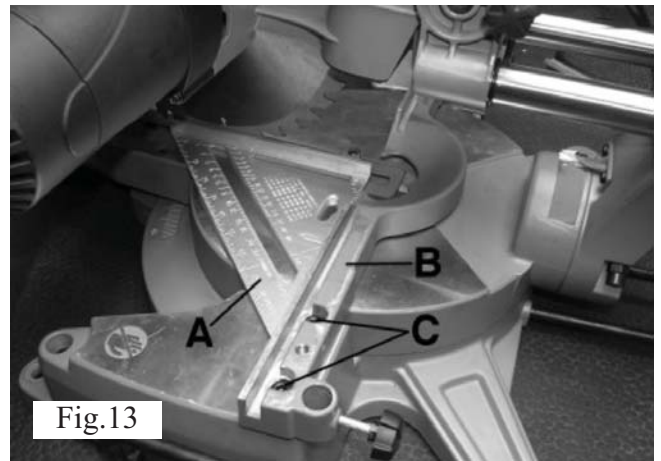

Fig.13
7. Lägg en kloss (A) fig. 13 mot anslagsskenan (B) och klingans plana sida.
förlängningarna genom att skjuta dem ut från anslagsskenan. Lossa anslagsskenans låsskruvar (C) fig. 13 på båda sidor, rikta skenan efter klossen (B) och dra åt alla låsskruvar igen.